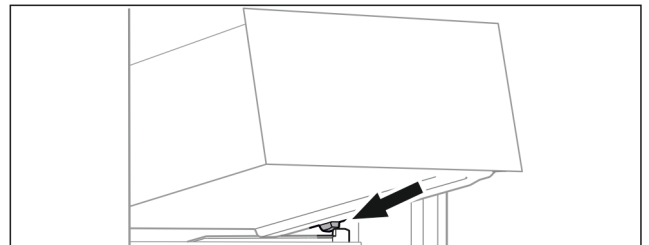

Fig. 67
- ▶ Coloque el cajón inclinado detrás de los topes sobre la nervadura para recipientes. (consulte Fig. 67)